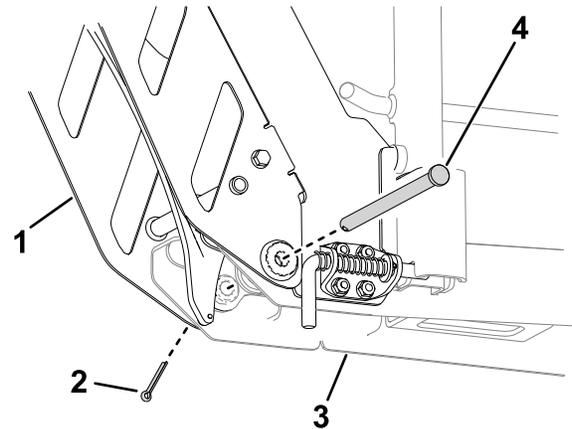

図 16
10. ピボットピンとコッターピンを使用して、ランプアセンブリをレールアセンブリに固定する 図 16。